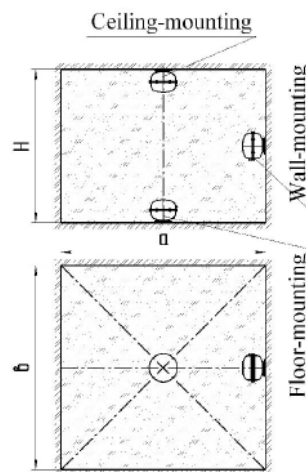

Figura 4
6.3.1 Acoperirea jetului de pulbere și reprezentarea acestuia în zona focarului sunt prezentate în Figura 4 și în Tabelele 2 – 4.